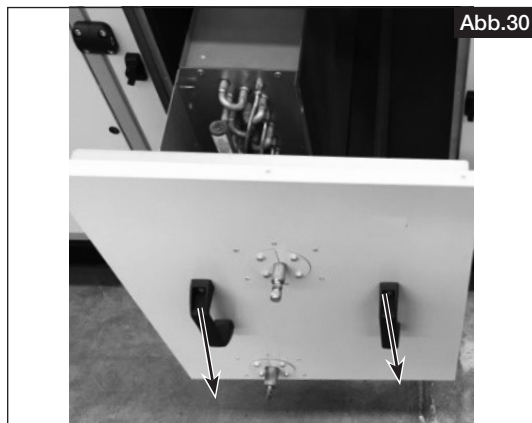

Abb.30
2. Warmwasser-Nachheizung vorsichtig entfernen (s. Abb. 30).